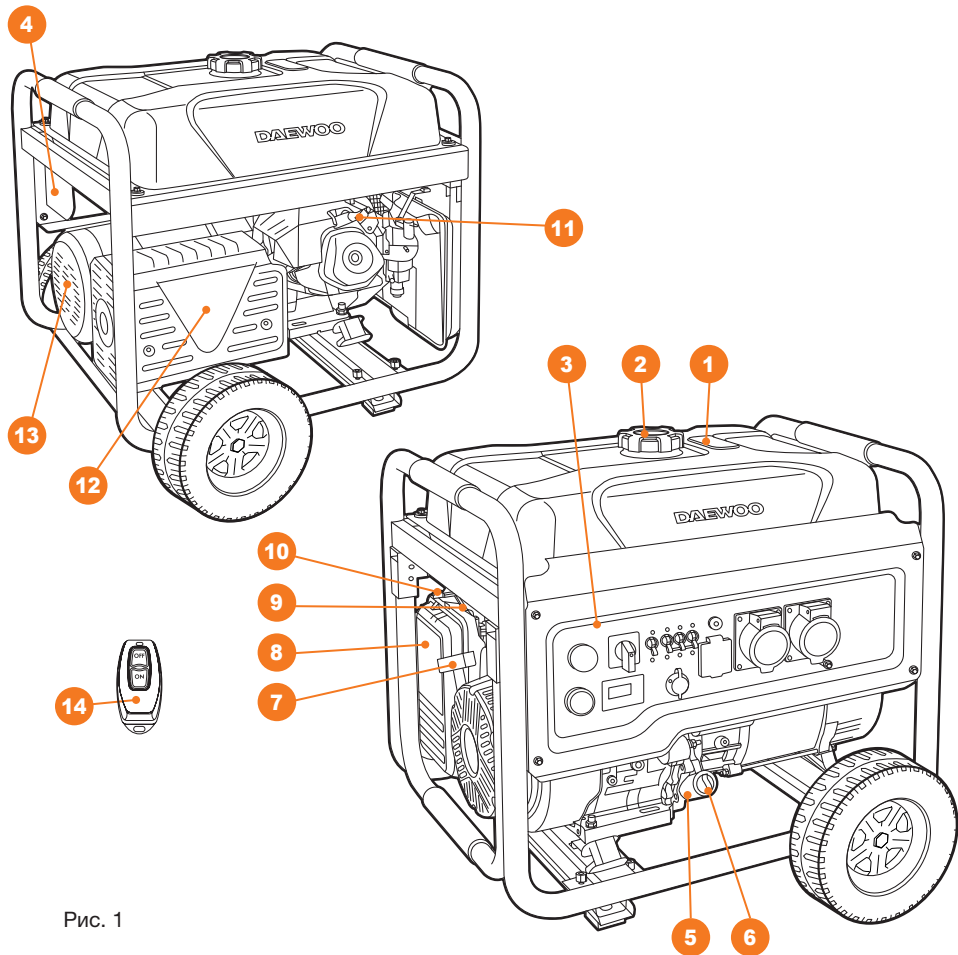
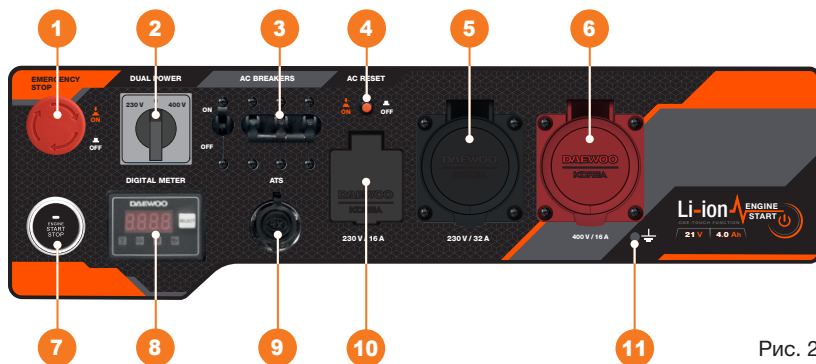

Рис. 1
Рис. 2
- Перед запуском генератора установите аккумулятор в специальный отсек 4 (Рис. 1).
- Выберите необходимый режим напряжения на переключателе 2 (Рис. 2).
- Отключите все ранее подключенные источники питания и поверните кнопку экстренной остановки 1 (Рис. 2) по стрелкам до щелчка. При щелчке кнопка выскакивает в сторону оператора, это нормальная работа кнопки.
- Откройте топливный кран 9 (Рис. 1), переведите рычаг в положение «ОТКРЫТО» (OPEN).
- Нажмите кнопку запуска генератора 7 (Рис. 2) в одно касание, при ручном запуске потяните ручку стартера 7 (Рис. 1).
- Переведите рычаг воздушной заслонки 10 (Рис.1) в положение «ЗАКРЫТО». (Во время горячего запуска двигателя заслонка может оставаться открытой)
- Плавно вытяните рукоятку стартера 7 (Рис. 1) на 5-10 см, пока не почувствуете сопротивление. Затем плавно, но быстрым (без рывка) движением вытяните стартер.
- Переведите рычаг воздушной заслонки 10 (Рис. 1) в положение «ОТКРЫТО».
- Подключите электрооборудование или переведите аварийный выключатель в положение «ВКЛ» (ON).
В случае экстренной ситуации нажмите (утопите) кнопку экстренной остановки 1 (Рис. 2). Двигатель генератора при этом остановится незамедлительно.